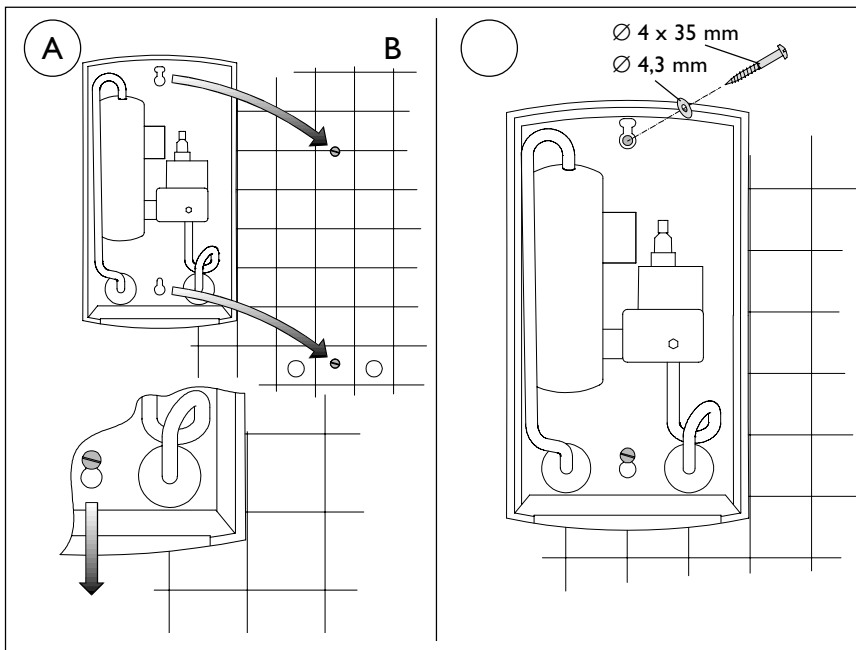

Рис. 9
**Указание:** При замене старого прибора типа ДНС (старые отверстия могут использоваться) дополнительно ввинтить верхние винты и использовать прилагаемые шайбы (рис. 9 **В**).
5. При подштукатурном монтаже водопровода ввинтить в стенную шайбу в соответствии с рис. 12. Прибор насадить на винты и зафиксировать (рис. 9 **А**).